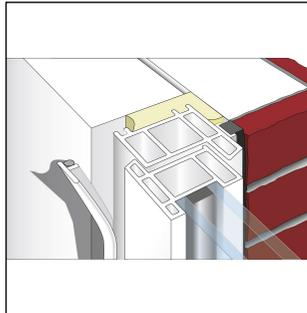

Bild1: Befestigung der Leiste am Fensterrahmen durch den Selbstklebestreifen.
- Befestigung der Leiste mittels Selbstklebung am Rahmenmaterial (Bild 1).